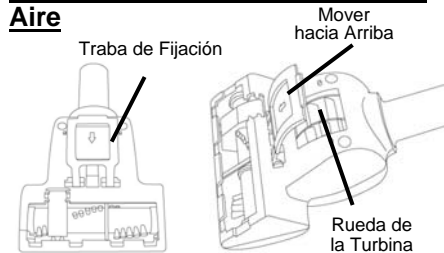

Fig. 10
- Dé vuelta el cepillo y abra la tapa con bisagras para obtener el acceso a la rueda de la turbina. (Fig. 10)